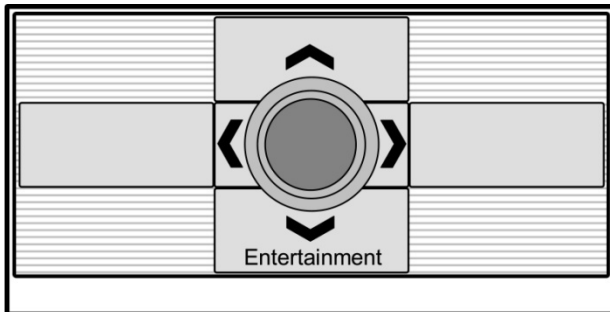

Abb.34
1. Oberste Menüebene **ENTERTAINMENT** auswählen (Abb. 34).